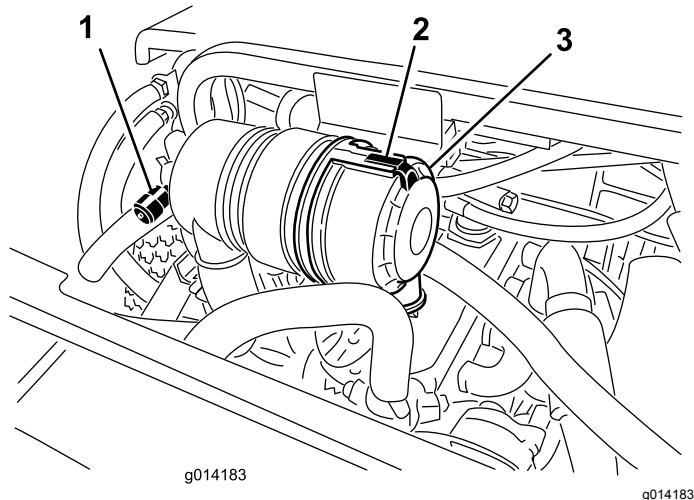

Figura 34
consentire un miglior trasferimento del grasso tra le boccole dei perni del fuso a snodo superiori e inferiori. Il grasso deve spurgare dalla parte superiore e inferiore delle aree del gruppo boccole/getto assale dei 4 gruppi di perni del fuso a snodo (Figura 34).
Effettuate la manutenzione del filtro dell'aria quando l'indicatore (Figura 34) lo richiede. Sostituendo il filtro dell'aria prima del necessario si aumenta il rischio che la morchia penetri nel motore quando si toglie il filtro.
1. Rilasciate il fermo che fissa il coperchio del filtro dell'aria al relativo corpo (Figura 34).